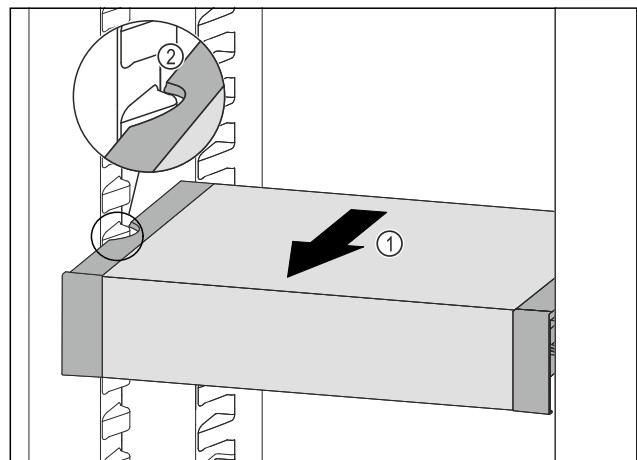

Fig. 88
- ▶ VarioSafe naar voren trekken Fig. 88 (1), tot de uitsparingen aan de zijkant van de VarioSafe zich ter hoogte van de rib in het koelgedeelte bevinden. Fig. 88 (2)